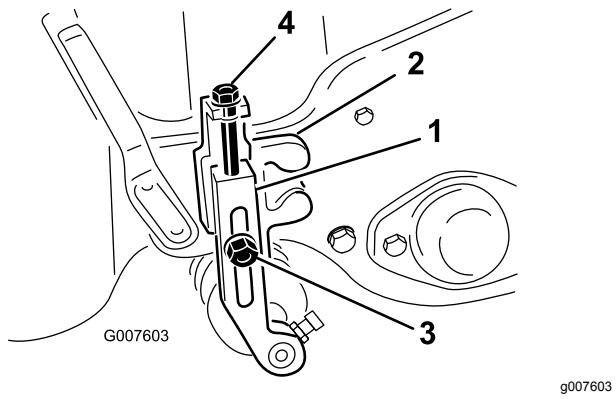

Figura 49
- Desaperte as porcas de bloqueio que prendem os braços da altura de corte aos suportes da altura de corte (Figura 49).